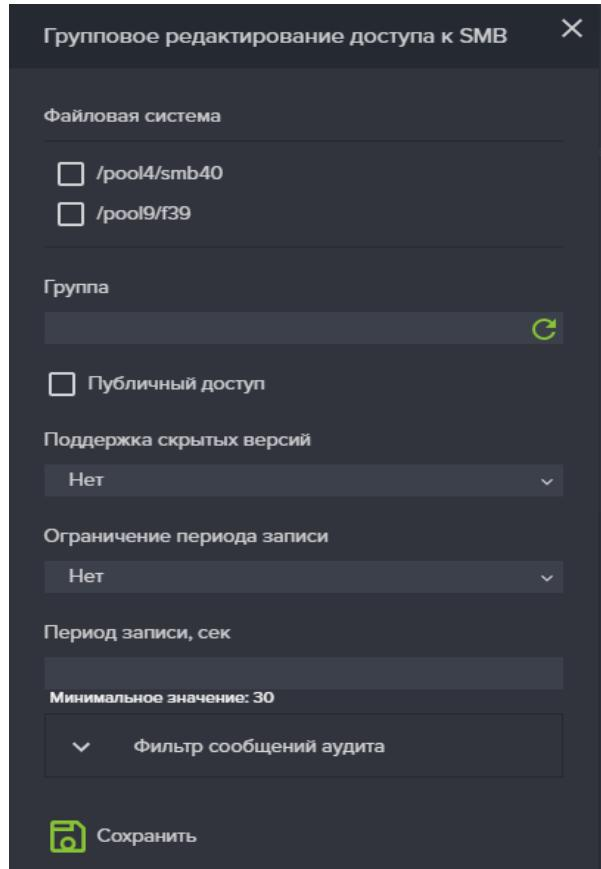

Рисунок 101. Окно группового предоставления доступа к SMB папкам
3. Нажмите кнопку «Групповое редактирование доступа» см. Рисунок 101;